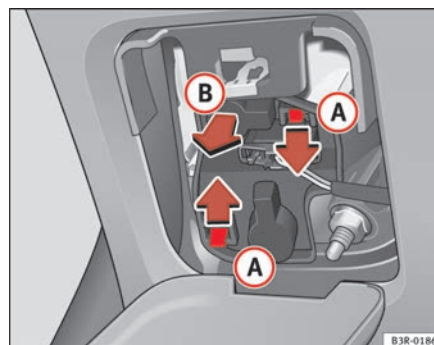

Fig. 216 Desmontar el portalámparas
- Haga presión sobre las lengüetas (A) ⇒ página 280, fig. 216 en el sentido de las flechas y extraiga el portalámparas tirando en el sentido que indica la flecha (B).